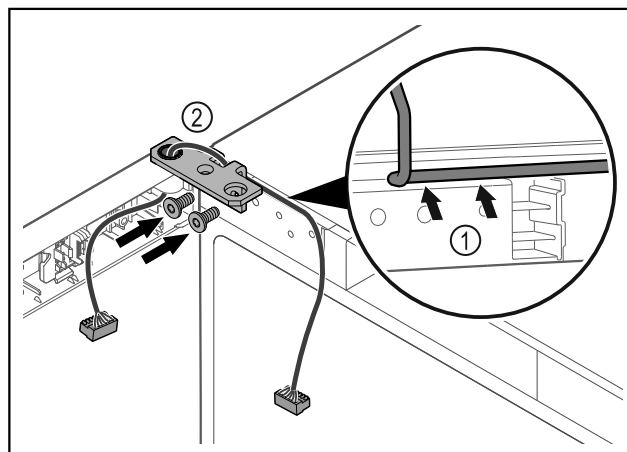

Fig. 57
- ▶ Kabel speljite skozi izrez tečaja kotnika in ga previdno zložite Fig. 57 (1).
- ▶ Privijte kotnik tečajev vrat Fig. 57 (2).